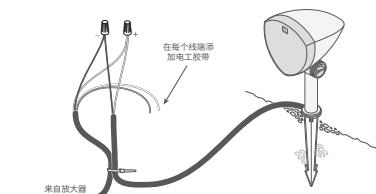

图 5
2. 从离放大器最远的扬声器开始，根据下表剥去相应放大器通道的地埋线切割端 3/4 英寸 (1.9 厘米) 的绝缘层，然后剥去相应扬声器尾纤末端的绝缘层。用电工胶带包裹所有未使用的线缆，以防受潮和短路 (见图 5)。
3. 用扎带将直埋电缆连接到扬声器尾纤 (见图 5)。